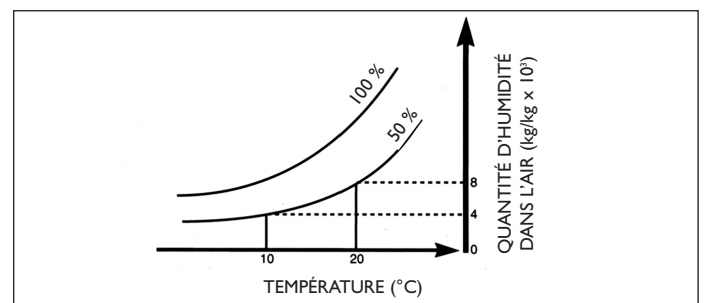

Figure 3
L'*humidité relative* correspond au pourcentage d'humidité que l'air retient au point de saturation. L'humidité est « relative » à la saturation à une température spécifique. Par exemple, à une température de 20 °C et à une *humidité relative* de 50 %, la teneur en eau (mesurée comme le poids de l'eau dans l'air) de l'air est deux fois plus élevée que celle de l'air à une température de 10 °C et à une *humidité relative* de 50 % (voir figure 3).
**Nota :** Dans les figures 3 et 4, « Kg/kg » s'entend des kilogrammes de vapeur d'eau par kilogramme d'air sec.